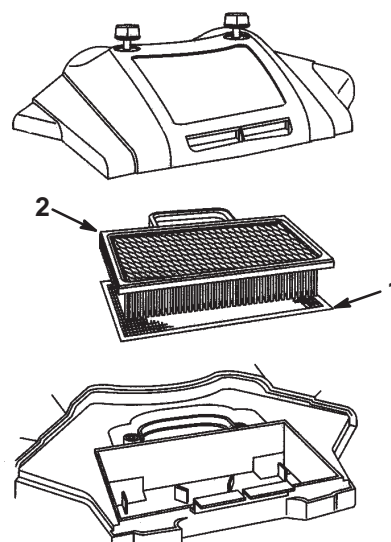

Figure 34
4. Sortez la cartouche en papier et l'élément en mousse (Fig. 34).
1. Élément en mousse (Fig. 34) :
2. Élément en papier (Fig. 34) :
3. Reposez le couvercle du filtre à air et les boutons (Fig. 34). Serrez solidement les boutons.